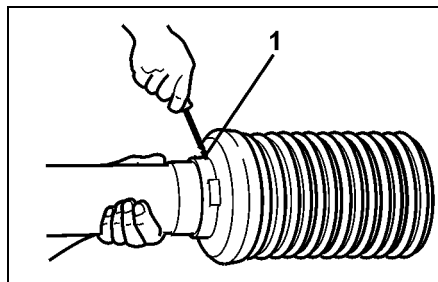

Fig. 35
1. Demontera låsskruven (Fig. 35/1).